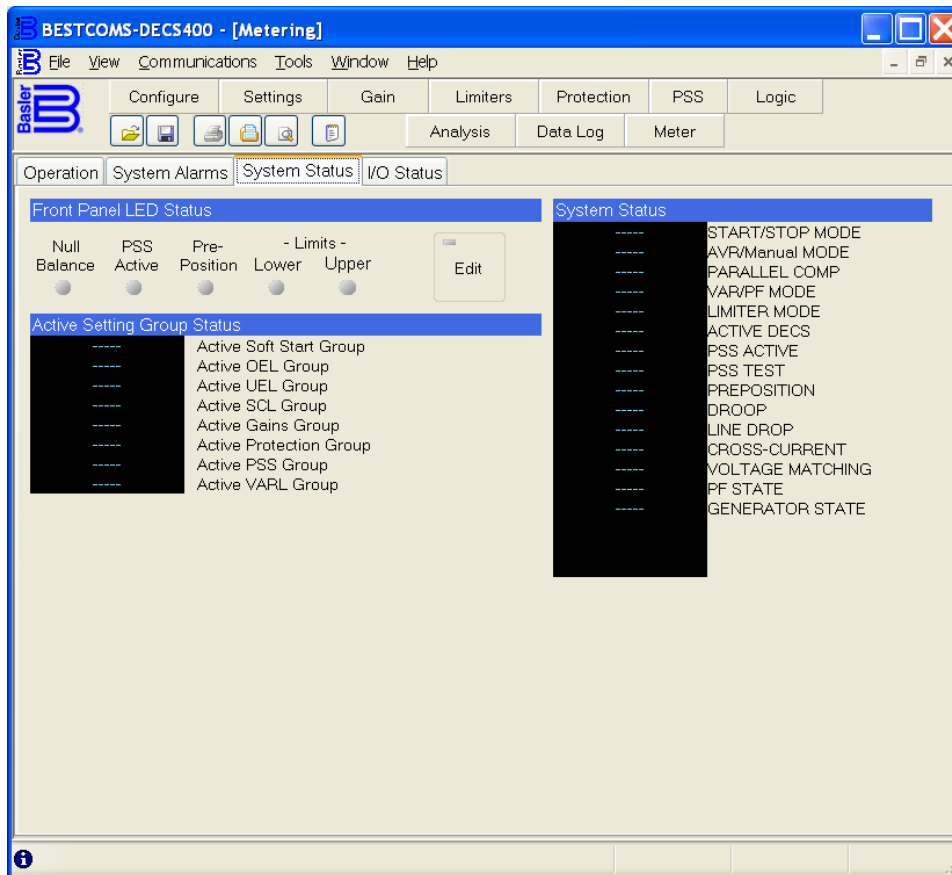

Figura 4-43. Pantalla Medición, pestaña Estado del sistema
Los indicadores de la pestaña System Status (Estado del sistema) se muestran en la **Figura 4-43** y se describen en los próximos párrafos.
**Active Setting Group Status (Estado del grupo de ajustes activo).** Se enumeran grupos de ajustes (**Figura 4-43**) junto a etiquetas de texto que cambian según el estado (primario o secundario) de cada grupo de ajustes.
**System Status (Estado del sistema).** Se enumeran distintos modos operativos del sistema (**Figura 4-43**) junto a etiquetas de texto que cambian según el estado de cada modo operativo.